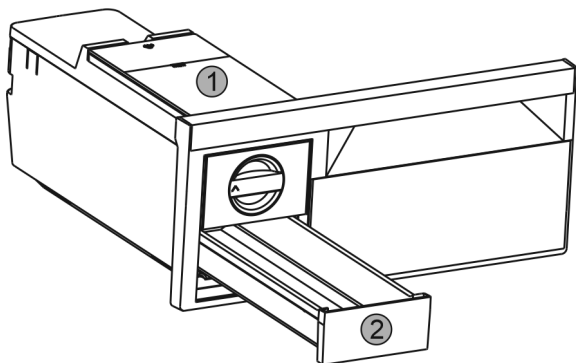

Fig. 50
- ▶ Wassertank Fig. 50 (1) und Eiswürfel-Schubfach Fig. 50 (2) entnehmen.